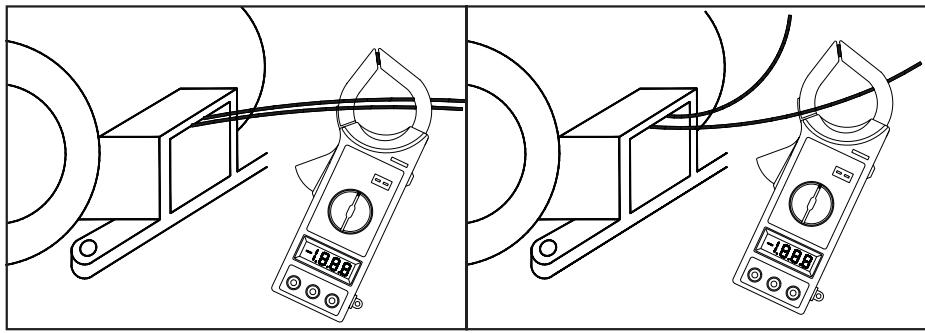

Рис. 1
1. Установите поворотный переключатель в желаемое положение диапазона A~. Нажмите на скобу клещей, чтобы открыть клещи и зажать только один проводник (рис. 1), клещи прибора улавливают переменный ток, протекающий по проводнику.